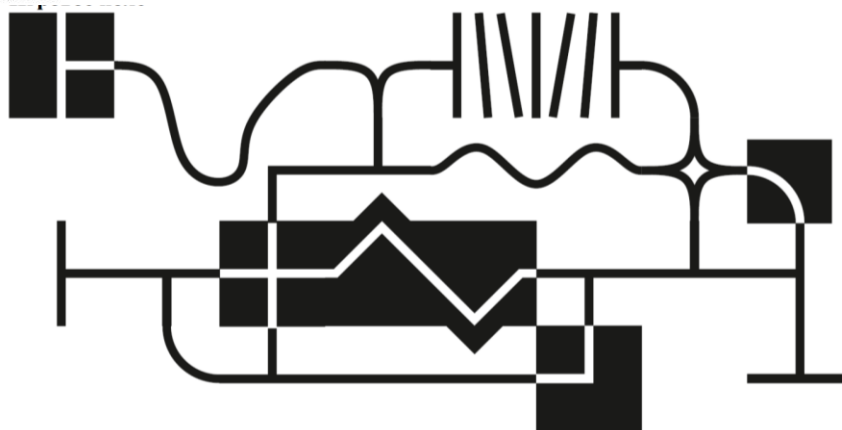

Рис. 1. Пример трассы
1.5. Цвет линии противоположен цвету области, по которой она проходит (участки, на которых линия проходит по чёрным областям имеют белый цвет, по белым областям – чёрный). Пример трассы приведён на рис. 1.